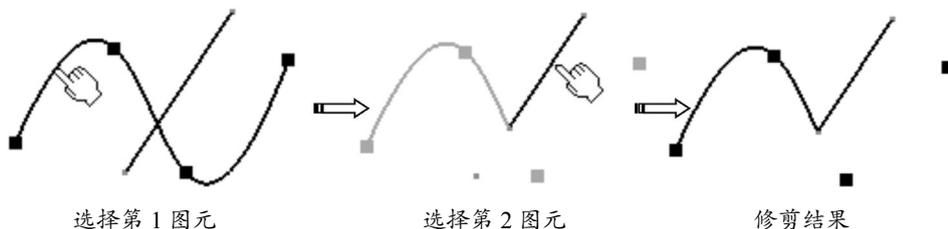

图 5-17
- 修剪所有图元：修剪图元后，将修剪所选的两个图元，如图5-17所示。